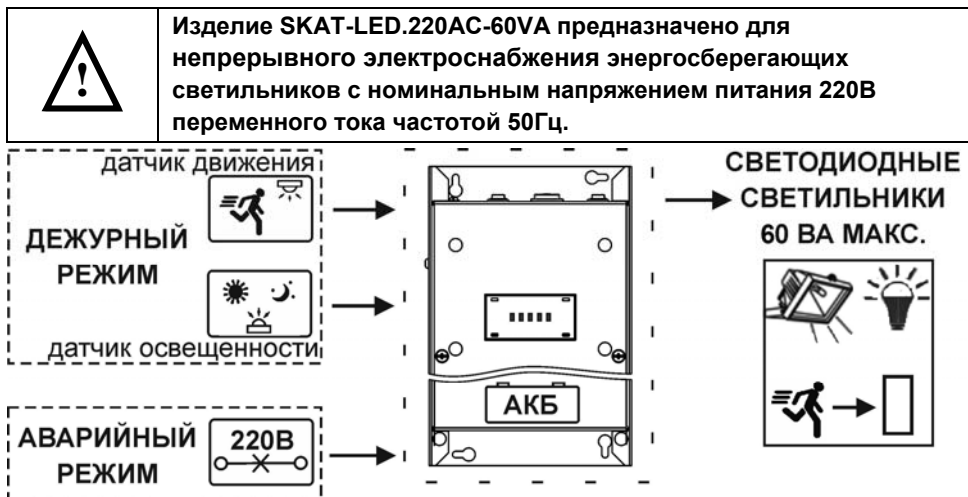

Рисунок 1 – варианты подключения
- возможность оперативного отключения изделия от сети с помощью сетевого тумблера (см. рисунок 1);
Подключение изделия к сетевому напряжению осуществляется через входную сетевую вилку, нагрузка подключается к выходной розетке (см. рисунок 1).